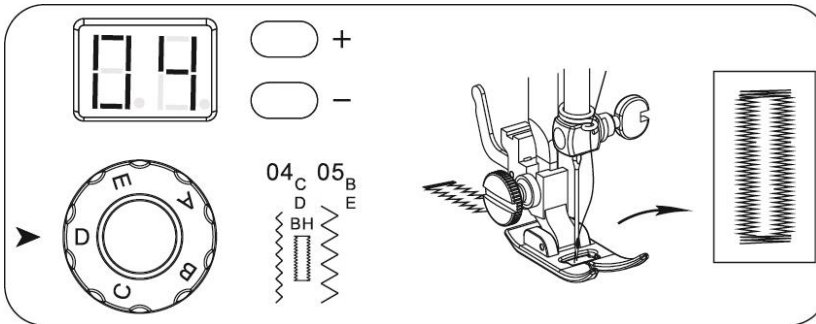

Abb. 23
6. Wählen Sie Stich 04 und stellen Sie das Handrad für die Stichbreite auf D. Schalten Sie die Maschine ein und nähen Sie mit dem Fußpedal, bis das Knopfloch fertig genäht ist. (Abb. 23)